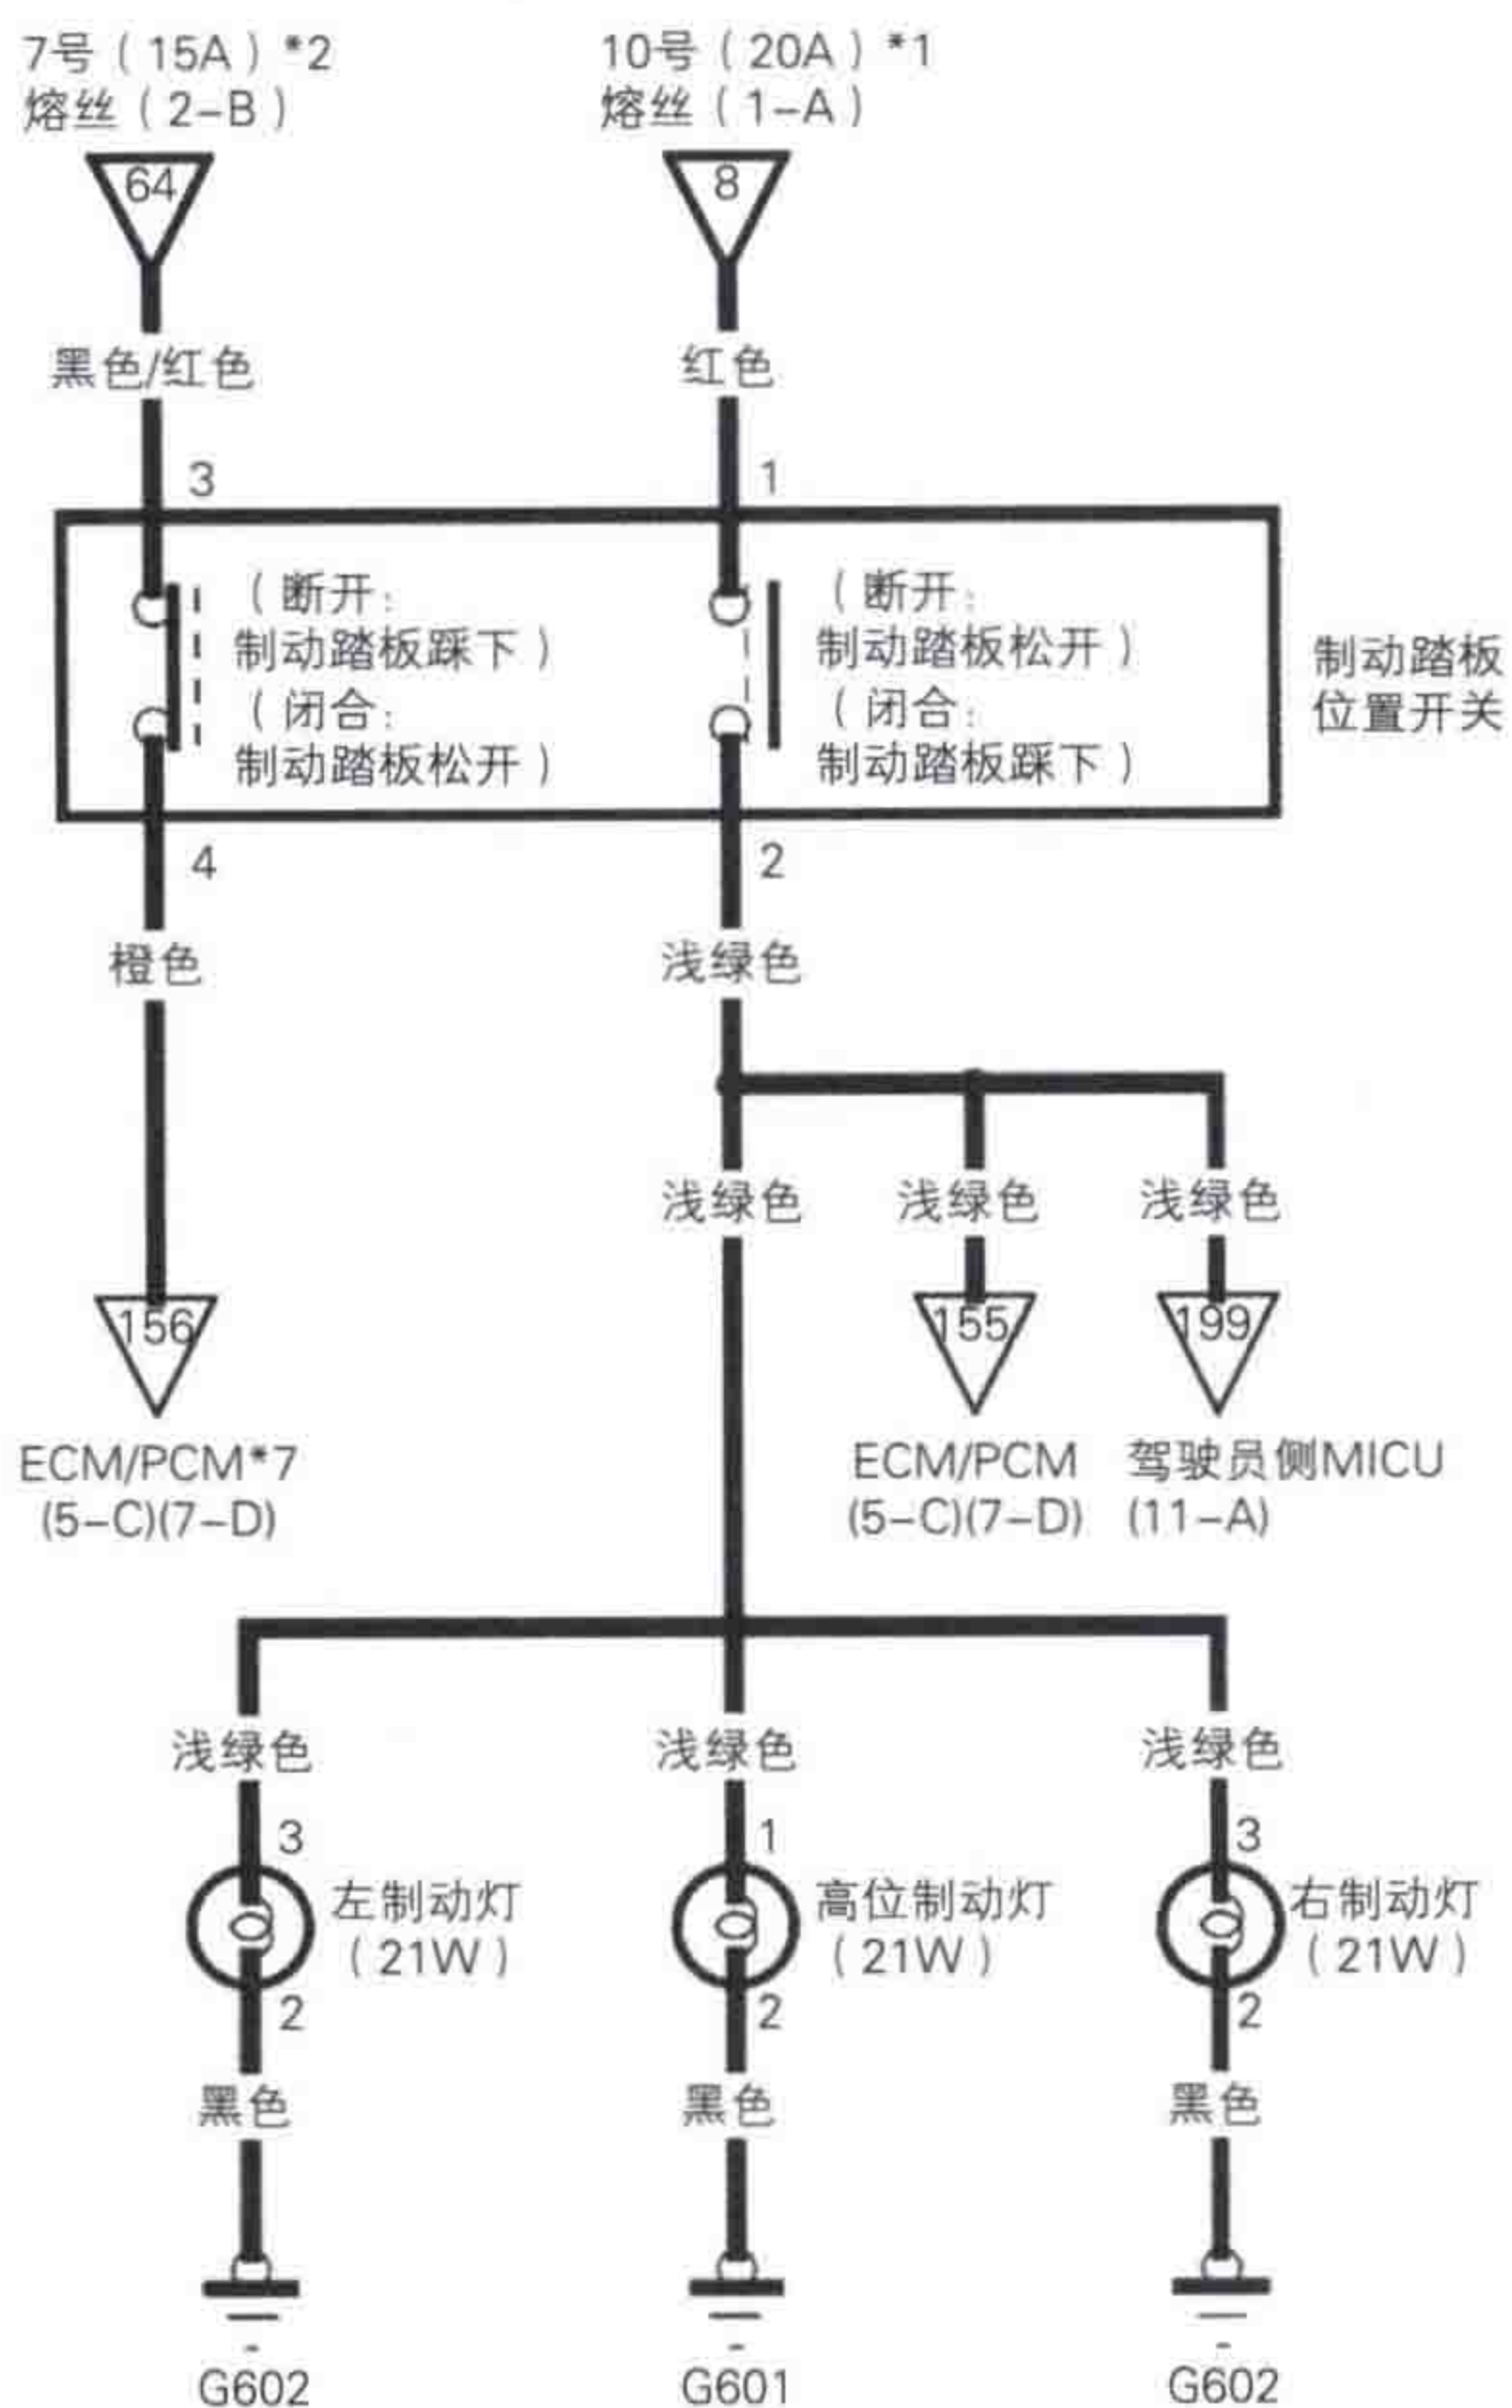

图 1-4 本田雅阁制动灯电路图
(3) 用电器工作电路 用电器工作电路是汽车电路的主体，电流通过各种类型的开关，再经过用电器，回到蓄电池负极，用电器工作。图1-4所示为本田雅阁制动灯电路图，当驾驶员踩下制动踏板时，与制动踏板相连接的制动踏板位置开关闭合，来自10号（20A）熔丝（1-A）的电流经过制动踏板位置开关加到左制动灯、右制动灯和高位制动灯的正极且流过制动灯，并经负极接地点流回蓄电池负极，左制动灯、右制动灯和高位制动灯点亮。
(1) 直接控制电路 直接控制电路是最基本、最简单的电路，这种控制电路中不使用继电器，控制器件与用电器串联，直接控制用电器，图1-4所示为直接控制电路。